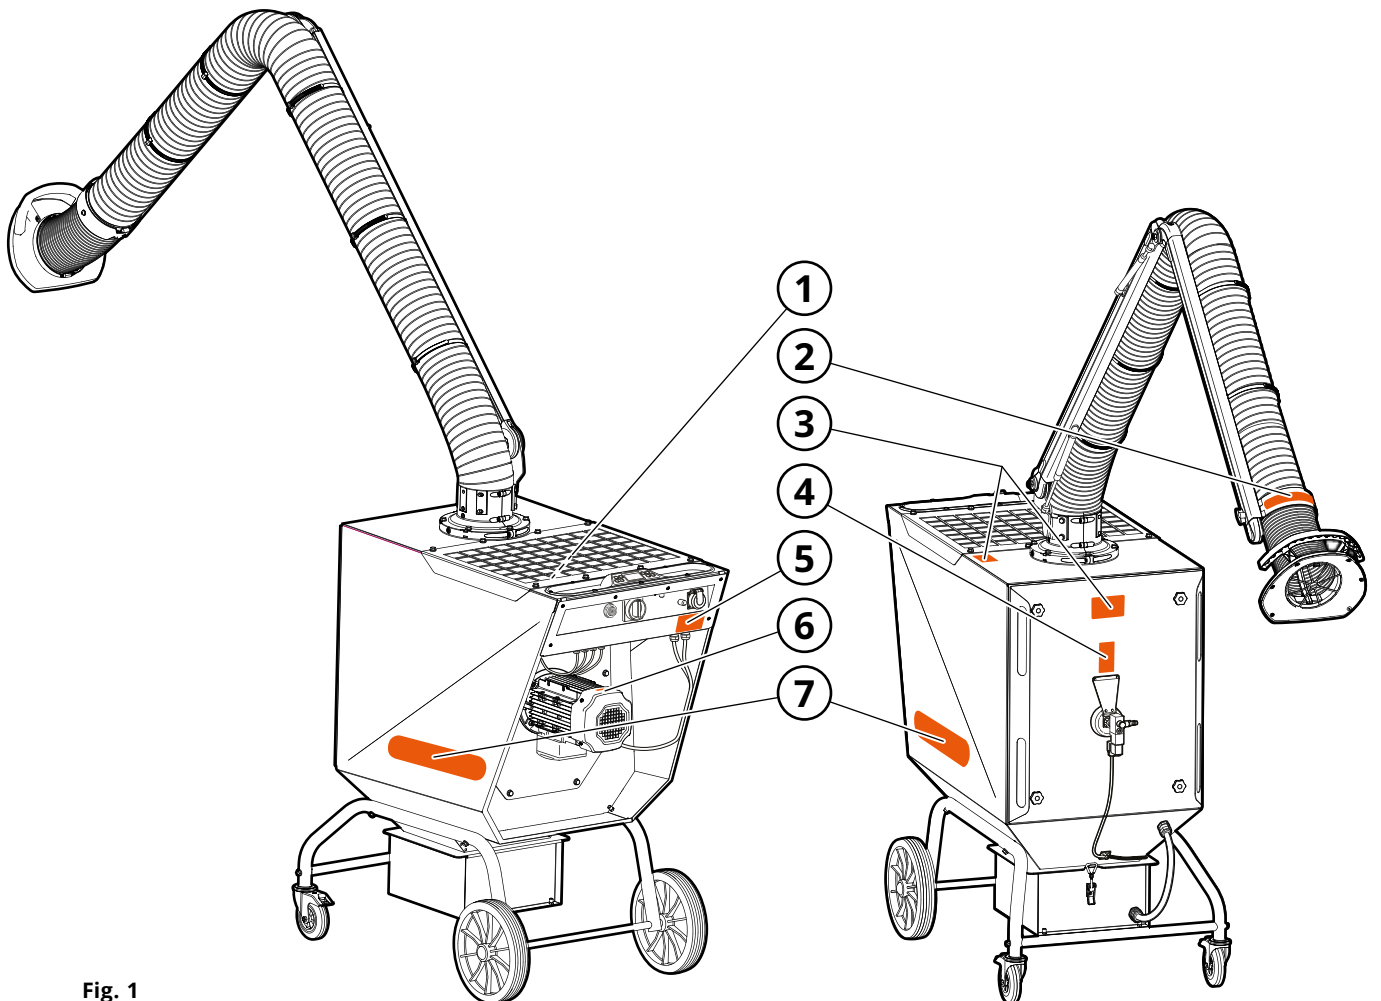
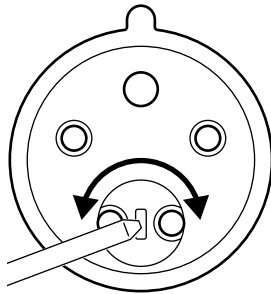

Fig. 1
Fig. 15
Selon la Fig. 1.
3. Contrôlez le sens de rotation du ventilateur. Pour ce faire, démarrez le ventilateur, puis arrêtez-le. Lorsque la vitesse diminue, vous pouvez voir le sens de rotation du moteur à travers le capot de protection du refroidissement de ventilateur (où se trouve l'autocollant, selon la **Fig. 1**, pos. 6). Si le sens de rotation est incorrect, inversez les phases dans la fiche avec un ciseau plat comme indiqué sur la (**Fig. 15**).